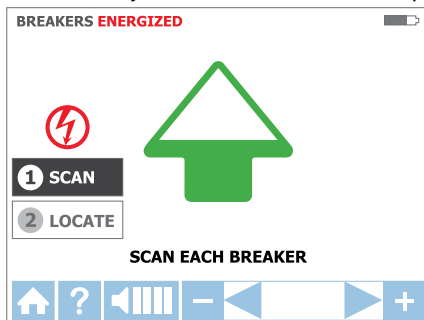

Figura 3.3b
1. A unidade começará automaticamente em modo ❶ RASTREAR como mostrado na Figura 3.3b.